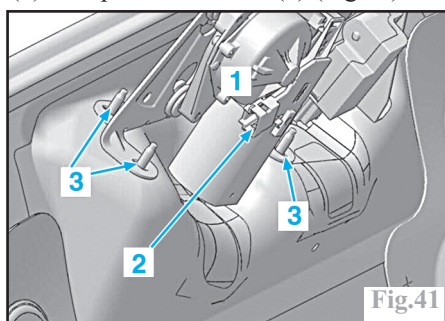

Fig.41
Décliper le connecteur (2), les fixations (3) et déposer le moteur (1) (Fig.41).